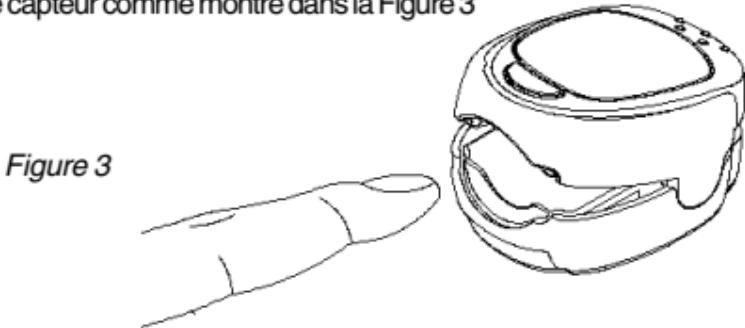

Figure 3
1. Ouvrez le capteur comme montré dans la Figure 3